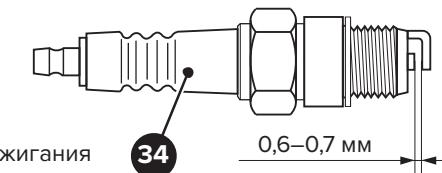

Рисунок 9 — Необходимый зазор в свече зажигания
- Очистите от грязи и пыли место установки свечи зажигания 34 (см. рис. 9).
- Снимите наконечник с высоковольтным проводом и выверните свечу зажигания 34 (см. рис. 9) при помощи свечного ключа, входящего в комплект поставки.
- Проверьте искровой промежуток свечи зажигания 34. Искровой промежуток должен составлять 0,6–0,7 мм (см. рис. 9). В случае необходимости отрегулируйте искровой промежуток, аккуратно подгибая боковой электрод свечи зажигания.